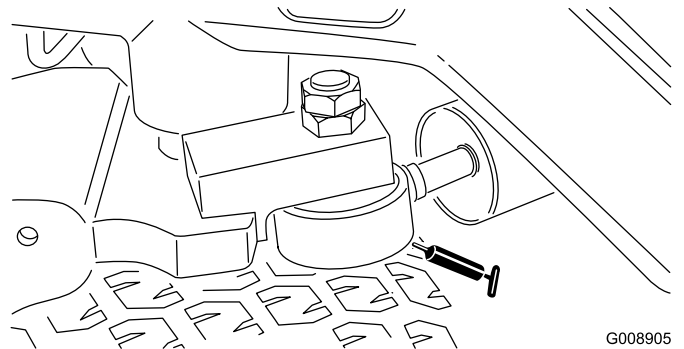

Figure 42
**Remarque:** Si vous le souhaitez, vous pouvez monter un graisseur supplémentaire à l'autre extrémité du vérin de direction. Déposez la roue, montez le graisseur, lubrifiez le graisseur, retirez le graisseur et mettez le bouchon en place (Figure 42).